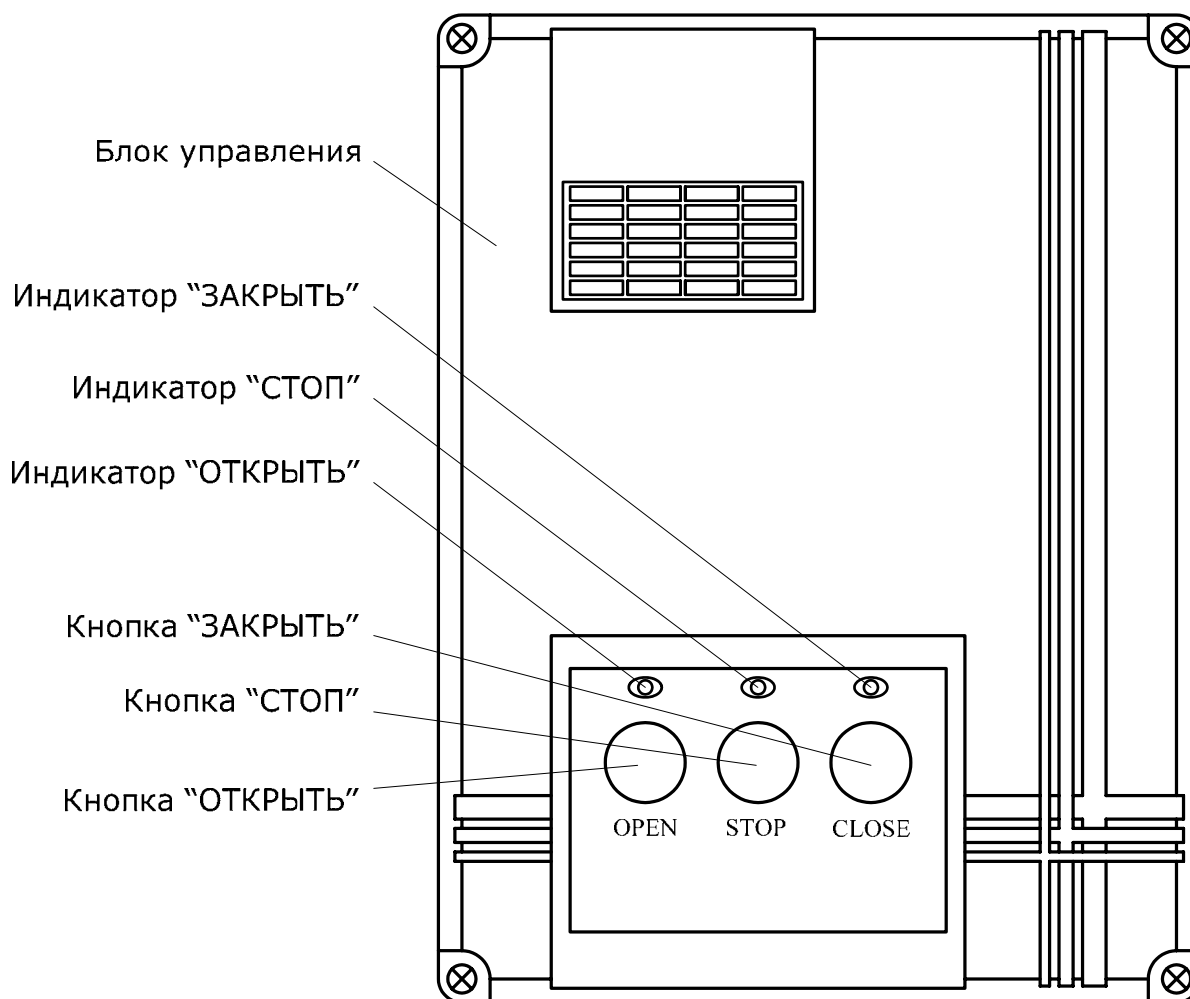

Рис. 8. Панель блока управления
- Сразу при подаче напряжения питания на панели блока управления загорится светодиод «СТОП» (Рис. 8). Если индикации нет, отключите шлагбаум и внимательно проверьте все подключения (сверьтесь с разделом «Неисправности и рекомендации по их устранению»).
- Если к шлагбауму подключены фотоэлементы, необходимо проверить приемник (RX). Если индикатор приемника не светится или моргает, это означает, что сигнала нет или сигнал прерывается из-за неточной регулировки фотоэлементов.
Посредством панели блока управления (Рис. 8) обеспечивается индикация состояния шлагбаума и осуществляется управление шлагбаумом.